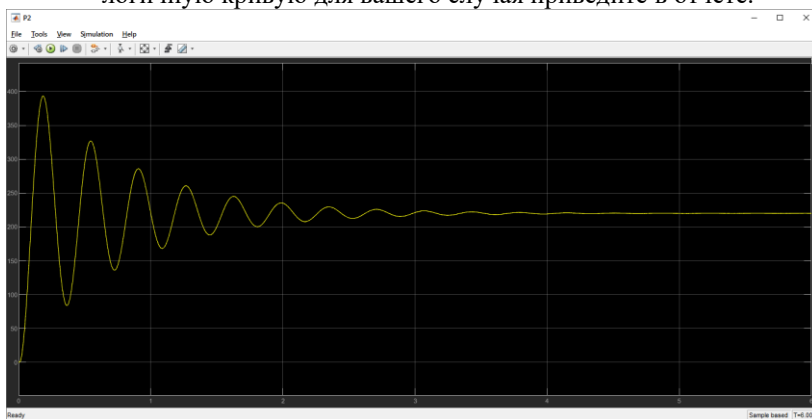

Рис. 10.2. Исходная кривая переходного процесса с повышенной колебательностью
4. Если качество переходного процесса оказывается удовлетворительным (малое перерегулирование, малая колебательность), то в m-файле увеличьте значение коэффициента усиления K_{usil} так, чтобы система не потеряла устойчивость, но увеличилась колебательность, например, как это показано на рис. 10.2. Аналогичную кривую для вашего случая приведите в отчете.